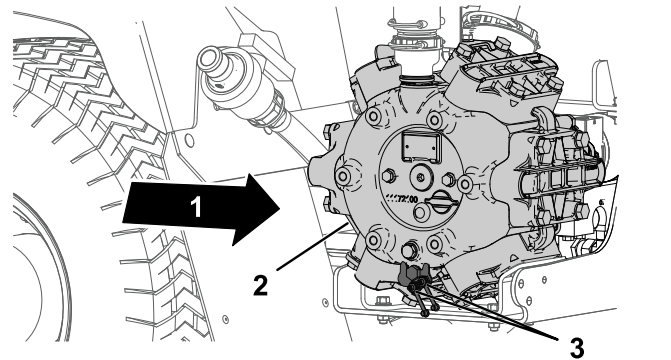

Figure 103
1. Essuyez les 2 graisseurs à distance pour les nettoyer (Figure 103).
2. Injectez de la graisse dans le graisseur à distance (Figure 103).